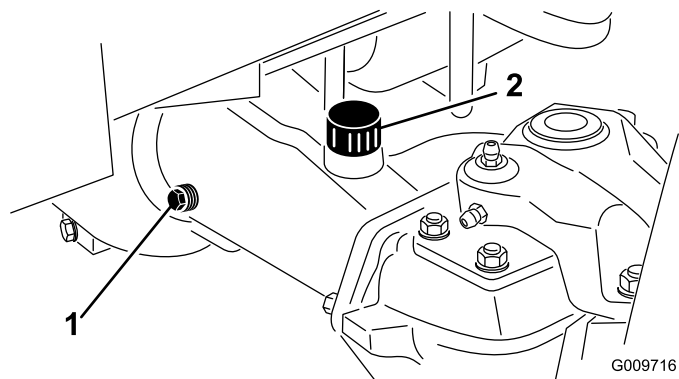

図 44
2. アクスルの一方の端部から点検用プラグ (図 44) を抜き、穴の高さまで潤滑油があることを確認する。量が不足の場合は、給油プラグ (図 44) をはずして補給する。